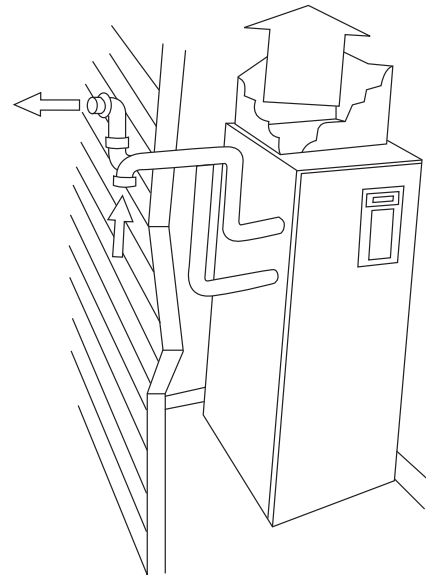
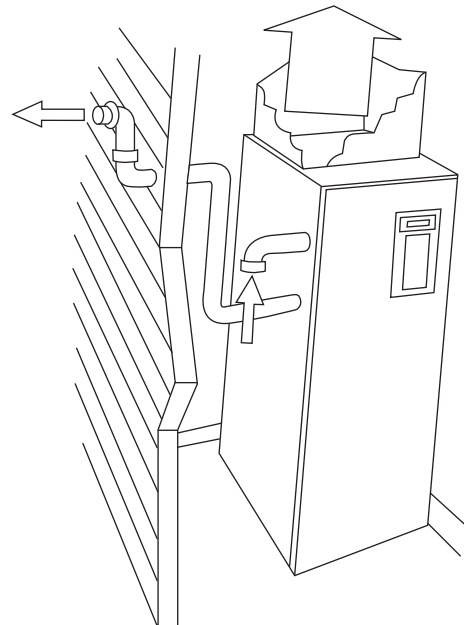

Fig. 1 - Tuyaux de ventilation extérieure
Fig. 2 - Tuyau de combustion intérieur - aéragé
- Votre fournaise neuve peut être installée des deux façons suivantes : application à ventilation directe (fig. 1, deux tuyaux) ou application à ventilation indirecte (fig. 2, un seul tuyau).
- Pour une application à ventilation directe (2 tuyaux), votre fournaise aspire l'air extérieur de la maison pour la combustion et laisse échapper les gaz de combustion dans l'atmosphère. Cette application comporte 2 tuyaux qui relient la fournaise à l'extérieur. (Voir fig. 1.) Pour cette application, les deux tuyaux (ventilation et prise d'air) doivent aboutir à l'extérieur et ne jamais être bouchés. Ne pas bloquer ni obstruer les bouches d'air sur la fournaise et les dégagements autour de celle-ci.
- Avec une prise d'air à l'intérieur (1 tuyau), votre fournaise aspire l'air alentour (combustion) et laisse échapper les gaz brûlés dans l'atmosphère. Pour cette application, un seul tuyau aboutit à l'extérieur. (Voir fig. 2.) L'autre tuyau se termine dans le même espace que la fournaise et aspire l'air de combustion de la fournaise. Il importe donc dans ce cas-là de ne pas confiner la fournaise dans une pièce hermétique ni de la sceller derrière une porte pleine. Il doit y avoir autour de celle-ci une circulation d'air adéquate afin de favoriser une combustion efficace et une ventilation sûre. Ne pas obstruer, de quelque manière que ce soit, le tuyau de combustion-d'aéragé. Le tuyau de ventilation doit aboutir à l'extérieur de la structure et ne jamais être bouché. Ne pas bloquer ni obstruer les bouches d'air de la fournaise ni les dégagements autour de celle-ci.